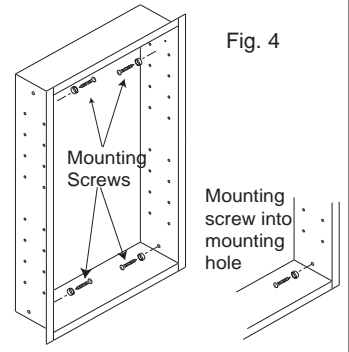

Fig. 5
- Snap the screw covers over the screw bases. (Fig.5)
- Encaje a presion el onver de las cubiertas del tornillo las bases de tornillo. (Fig 5)